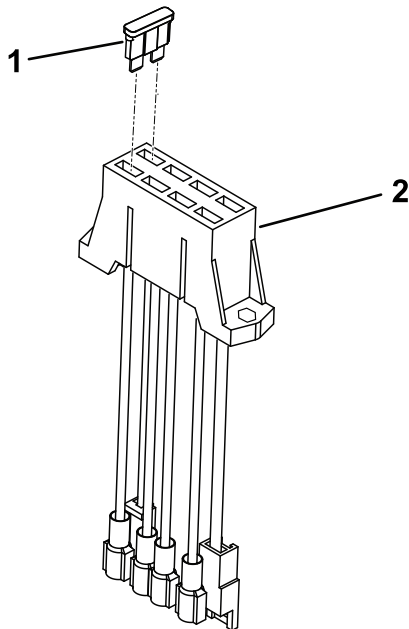

図 7
4. ヒューズブロックの空いているスロットに 20 A ヒューズを取り付ける 図 7。